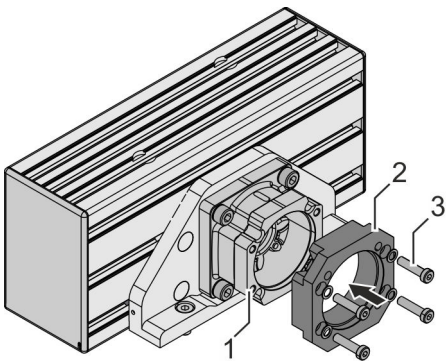

Abb. 34: Motorplatte montieren
8. ➤ Motorplatte (Abb. 34/2) auf das Kupplungsgehäuse (Abb. 34/1) setzen.
9. ➤ 4 Schrauben (Abb. 34/3) diagonal im Wechsel festziehen: